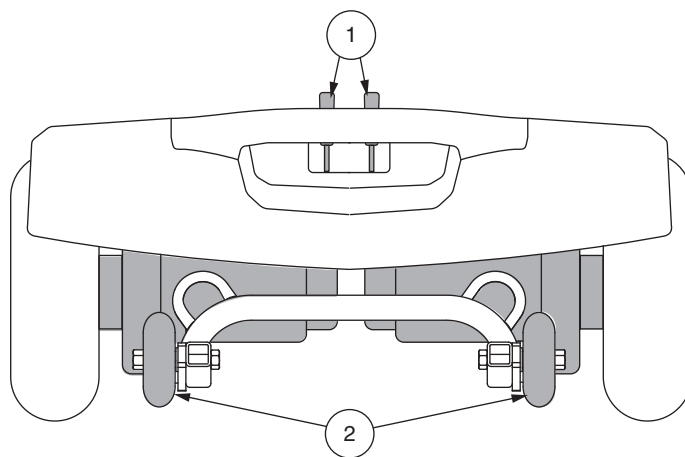

Figure 10. Section arrière - Jazzy ZTS
Votre Travel Scooter est équipé de deux leviers d'embrayage manuel « pour passer au neutre » un sur chaque moteur. Ces leviers vous permettent de débrayer les moteurs de la boîte de vitesse, afin de pouvoir manoeuvrer votre Travel Scooter manuellement. Voir la figure 10.
1. Trouvez les leviers sur la section arrière de la Travel Scooter. Voir la figure 10.